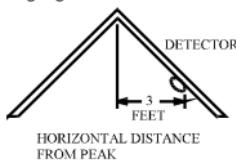

Abbildung 5: Empfohlener Standort zur Anbringung von Rauch- und Hitzemeldern in Räumen mit Dachschrägen oder Giebeln
- ◆ Falls einige Ihrer Räumlichkeiten über Dachschrägen oder Giebel verfügen, versuchen Sie, die Melder 0.9 Meter horizontal gemessen vom höchsten Punkt der Decke anzubringen, wie in Abbildung 5 gezeigt wird